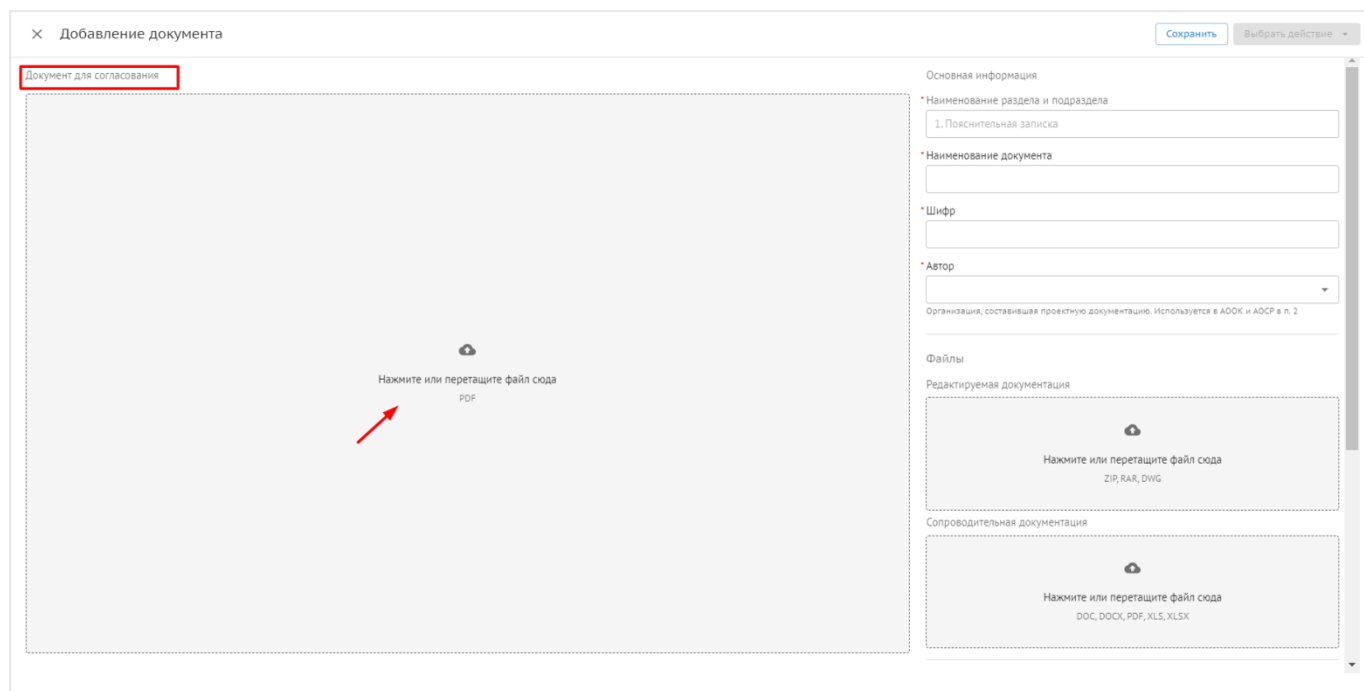

Рис. 55 - Загрузка документа
4. В открывшемся окне загрузить комплект документации в формате PDF (рис. 55);